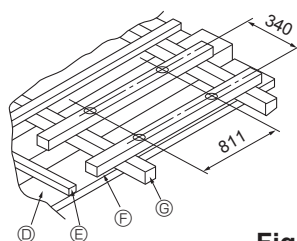

Fig. 2-4
① Structures en béton armé (Fig. 2-4)